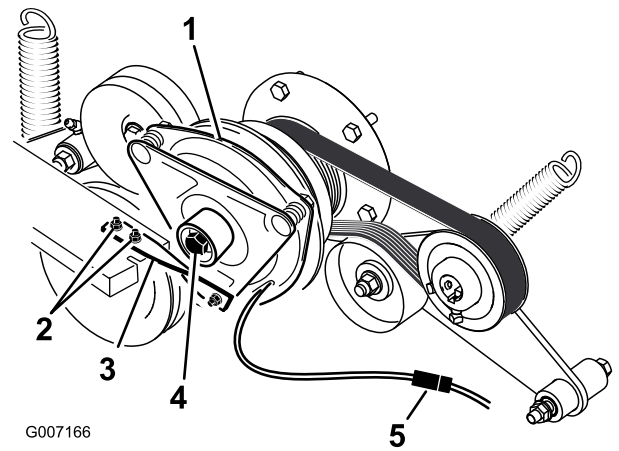

Figura 81
6. Desenchufe el conector eléctrico del embrague (Figura 81).
7. Retire los dos pernos que sujetan la correa de goma del embrague al bastidor del cortacésped (Figura 81).
8. Retire el perno central que sujeta el embrague al eje del motor, y retire el embrague y la chaveta (Figura 81).
15. Sujetando el cigüeñal en la parte trasera de la máquina, instale el perno central y apriételo a 68 N·m (Figura 81).
16. Instale la correa de goma del embrague al bastidor del cortacésped con los dos pernos y tuercas que se retiraron anteriormente (Figura 81).
18. Enchufe el conector eléctrico del embrague (Figura 81).